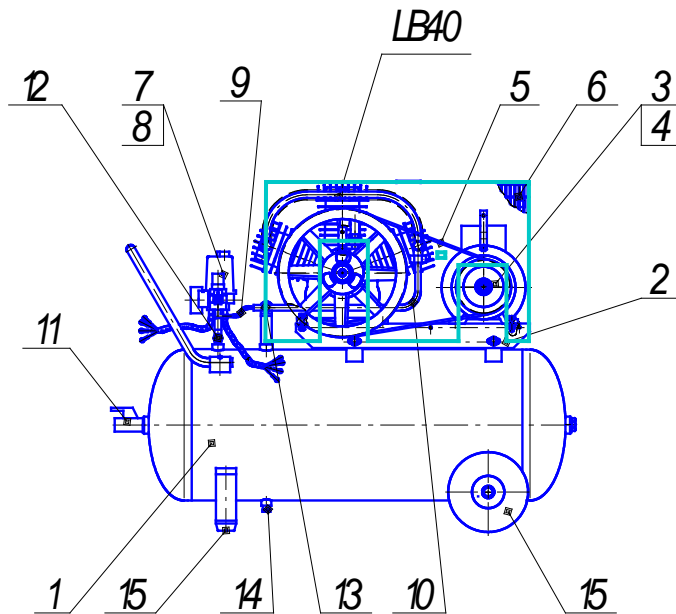

Рис. 1
2.8. Общий вид компрессоров представлен на рис. 1, 2, 3, 4, схема электрическая принципиальная - на рис. 5.
Примечание: комплект колес, амортизаторов (поз. 15, см. рис. 1, 2, 3, 4) и детали их крепления упакованы отдельно.
5.1. Компрессор (рис.1, 2, 3, 4) состоит из следующих основных сборочных единиц и деталей: блока поршневого LB40, ресивера (воздухосборника) 1, платформы 2, электродвигателя 3 со шкивом 4, клинового ремня 5, защитного ограждения 6, прессостата 7, манометра 8, воздухопровода сброса давления 9, нагнетательного воздухопровода 10, крана 11, клапана предохранительного 12, клапана обратного 13, крана слива конденсата 14, колес и амортизаторов 15.